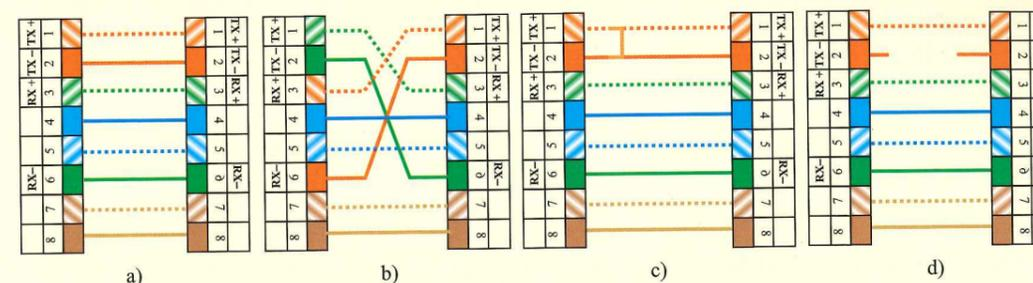

Figura 6.93. Mapeados típicos de un cable de par trenzado.
- 6.18. Indica si el mapeado de los cables de la Figura 6.93 es correcto y en caso contrario el tipo error de cableado que se produce.